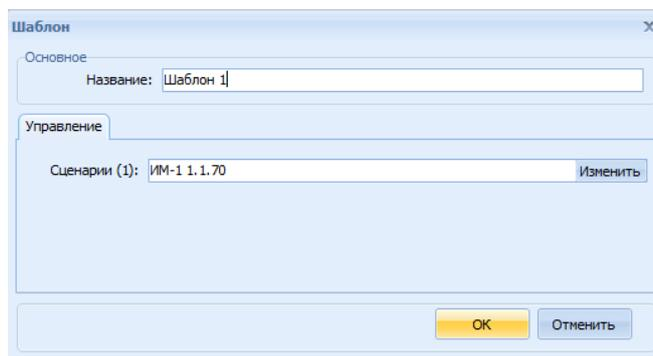

Рисунок 23.31 Окно «Шаблон управления»
- 3) В открывшемся окне «Шаблон» заполнить следующие поля (Рисунок 23.31):